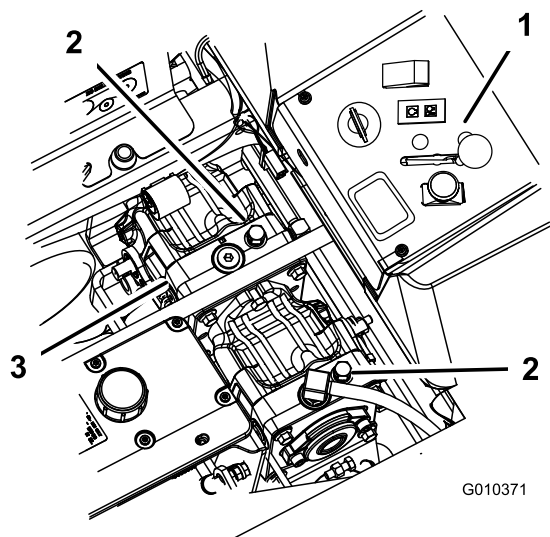

Figura 24
2. Gire las válvulas de desvío una vuelta en sentido antihorario. Esto permite que el fluido hidráulico se desvíe alrededor de la bomba, dejando que las ruedas giren (Figura 24).
Gire las válvulas de desvío una vuelta en sentido horario para conducir la máquina (Figura 24).